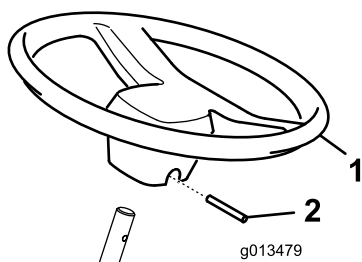

Bild 2
2. Schieben Sie das Lenkrad auf die Lenkwelle (Bild 2).
3. Befestigen Sie das Lenkrad mit dem Rollstift (Bild 2).